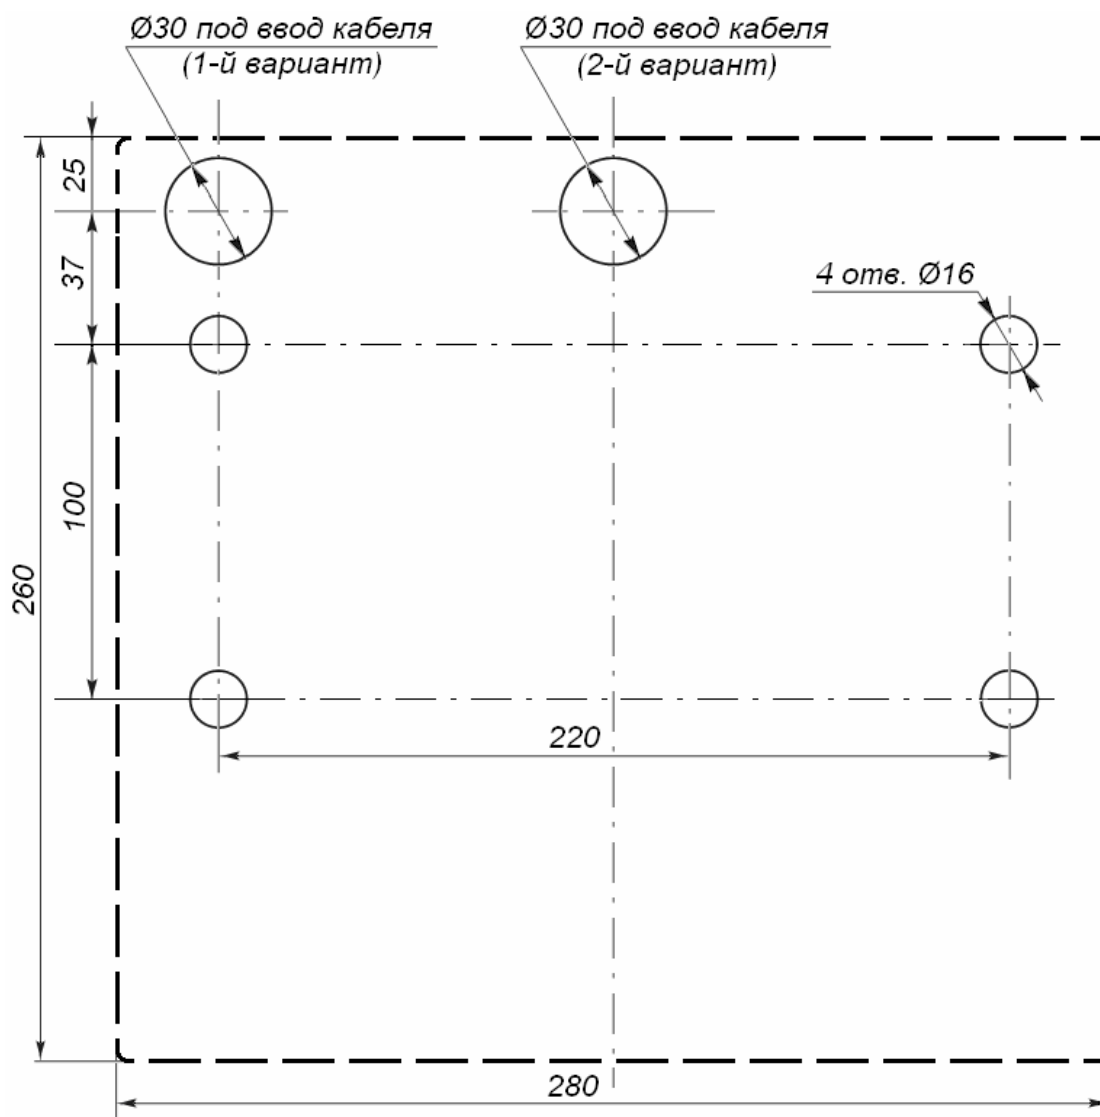

Рисунок 11. Разметка отверстий в полу под крепление стойки турникета и отверстия для ввода кабелей
2. Подготовьте в полу отверстия под гильзы анкеров (12) для крепления стойки турникета (см. рис. 11) и кабельные каналы согласно планировке проходной. При необходимости прокладки кабелей под поверхность пола подготовьте в полу кабельный канал, подходящий к отверстиям для ввода этих кабелей в стойку турникета (вариант 1 или 2 на рис. 11).